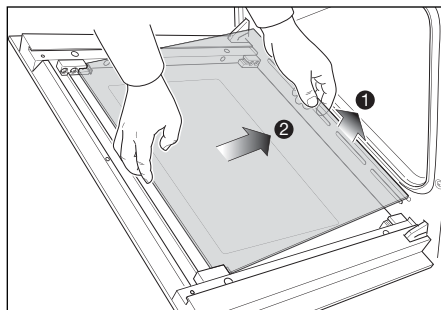

Figura 41c
- Sollevare dolcemente il bordo inferiore del pannello (freccia 1 nella figura 41c) e rimuovere estraendolo dai dispositivi di chiusura superiori (freccia 2 nella figura 41c).